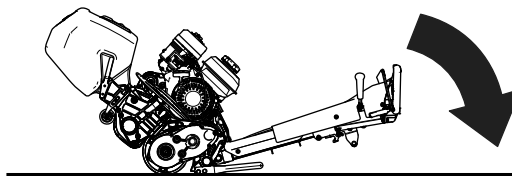

Рисунок 4
1. Обеспечьте доступ к режущему блоку, опустив рукоятку тягового блока на землю (Рисунок 4).